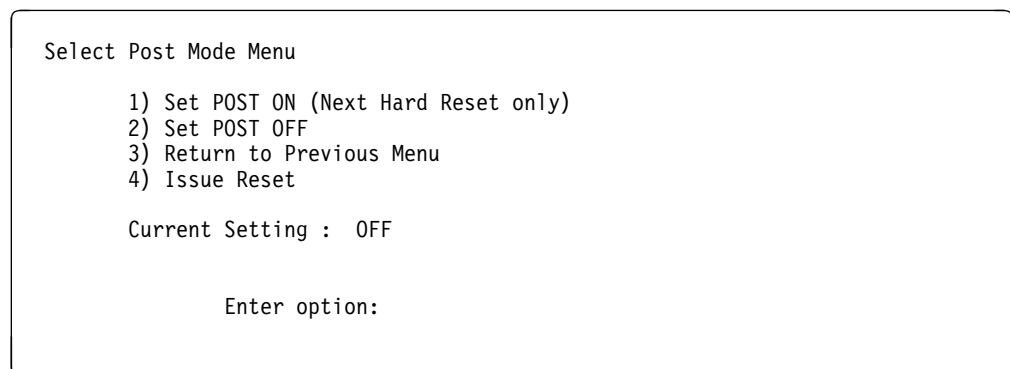

Figura 4-11. Panel Post Mode Selection
2. Aparecerá un menú que lista las opciones siguientes (consulte la Figura 4-11).